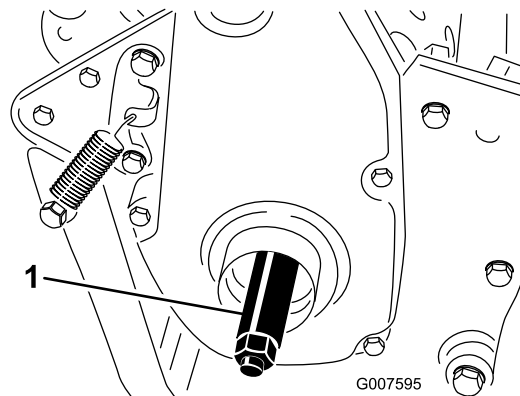

図 7
3. 機体右側にある駆動プーリのねじ穴に、右側ホイールシャフトを取り付ける図 7。